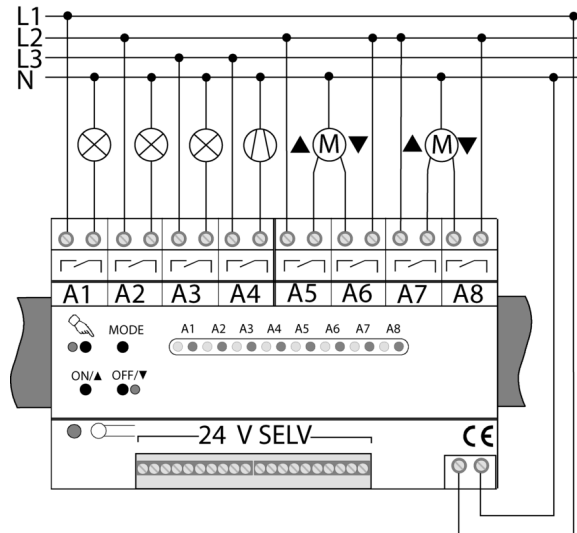

Bild 4: Anschlussbeispiel Netzspannung und Lasten
Ausgangsklemmen liegen oben (siehe Bild 4).
- Netzspannung anschließen (siehe Bild 4).
- Lasten gemäß Anschlussbeispiel anschließen (siehe Bild 4).